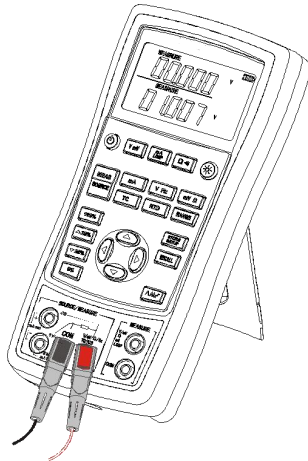

图 4.1-1
开机后下部的缺省功能就是电压测量，如有需要，可按 **V Hz** 或 **mV Ω** 键可以选择电压 (V) 或毫伏 (mV) 功能，按 **MEAS SOURCE** 键可以切换测量和输出模式，接线方式如图 4.1-1 所示。